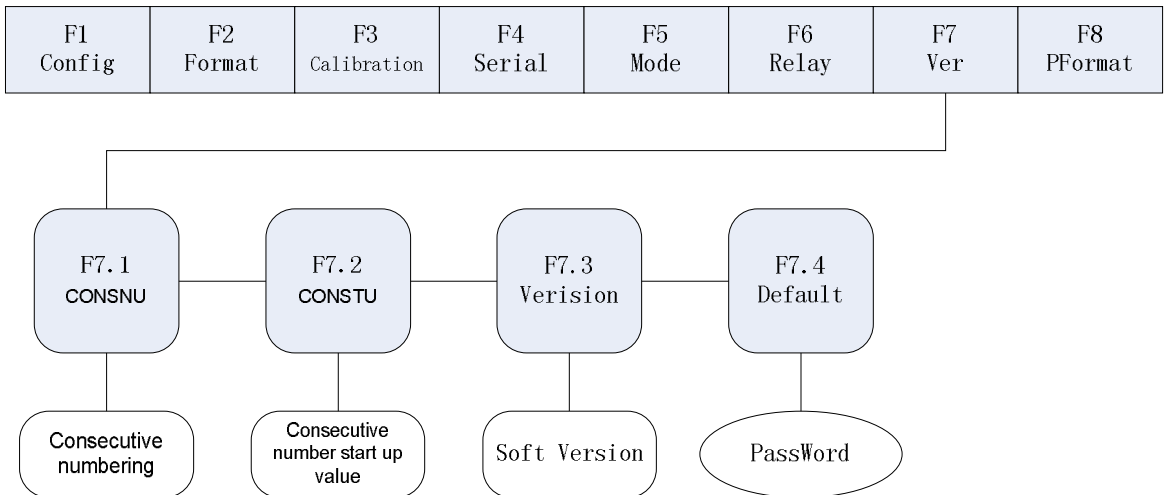

图 7-2 序号输入菜单结构
(1) 使显示器进入设置工作状态（显示器显示“F 1”）。
(2) 按 \blacktriangleright 键，直至显示器显示“F 7”（见图 7-2）。按 \blacktriangledown 键进入 F7 菜单，显示器显示“F 7.1”。